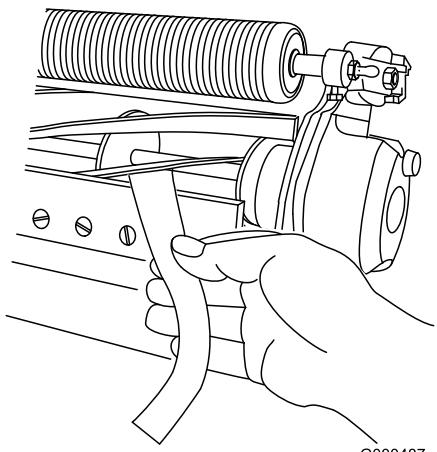

図 11
- B. 刃合わせチェックペーパーを、リールとベッドナイフとの間に入れてベッドナイフに対して直角にセットし(図11)、リールをゆっくりと前転させる紙が切れれば適切。切れなければステップAとBを繰り返す。
11. 刃合わせチェックペーパー Toro P/N 125-5610を、リールとベッドナイフとの間に入れてベッドナイフに対して直角にセットし(図11)、リールをゆっくりと前転させる紙が切れれば適切。左右のベッドバー調整ボルトをそれぞれ1クリックだけ締め、も